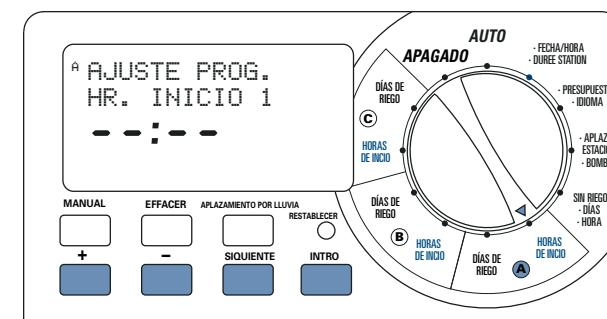

Ilustración 5: Ajuste de la hora de inicio
- Ponga el dial selector en posición **HORA DE INICIO** en el programa que desee ajustar. Esta pantalla mostrará una A, B o C según el programa que haya seleccionado. [Ilustración 5]